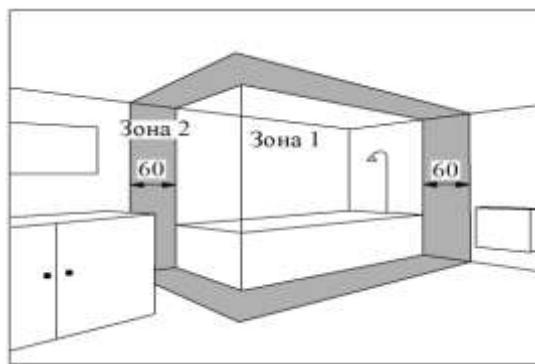

Рис. 6
5.6 Конвектор допускается устанавливать в ванных комнатах, душевых (рис. 6). При этом установка конвектора запрещается: